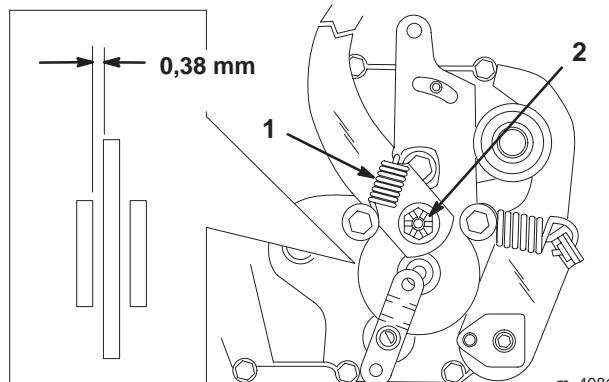

Bild 22
Die Bremse befindet sich an der rechten Seite der Hinterachse im Hinterreifen (Bild 22). Wenn die Feststellbremse den Traktor nicht sicher hält, muss diese eingestellt werden.
2. Entfernen Sie die Feder vom Bremsarm (Bild 22).
3. Entfernen Sie den Splint, mit dem die Bremseinstellmutter abgesichert wird und lockern die Mutter (Bild 22).
4. Stecken Sie eine 0,38-mm-Fühlerlehre zwischen die Bremsscheibe und die Bremsbacke (Bild 22). Ziehen Sie die Mutter fest, bis Sie einen leichten Widerstand an der Fühlerlehre spüren, wenn Sie diese hinein- und herausziehen.